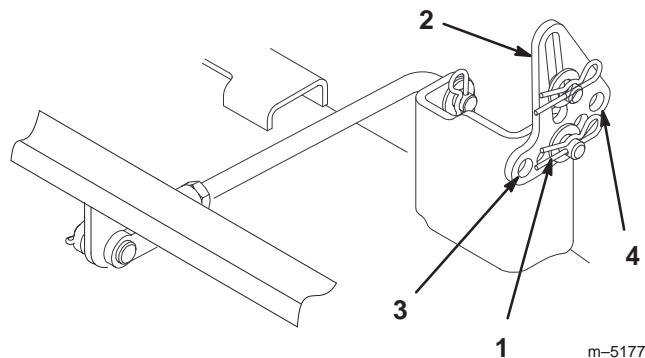

Figure 39
5. Enlevez la goupille fendue et la rondelle de l'une des pattes de mise à niveau (Fig. 39). Pour mettre les lames de niveau, fixez les pattes de mise à niveau dans un autre trou à l'aide de la rondelle et de la goupille fendue (Fig. 39). Utilisez un trou plus en avant pour réduire la hauteur de ce côté, ou un trou plus en arrière pour l'augmenter. Réglez les deux côtés selon les besoins.